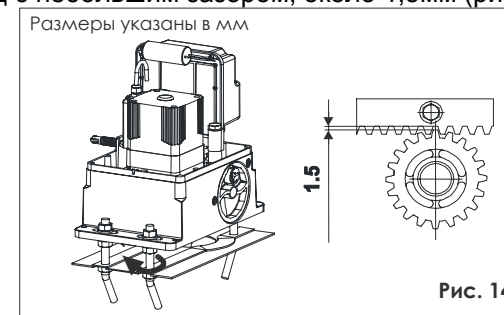

Рис. 14
- в) Когда рейка установлена, убедитесь в правильности ее соединения с шестерней, мы советуем вам спозиционировать привод с небольшим зазором, около 1,5мм (рис. 14).